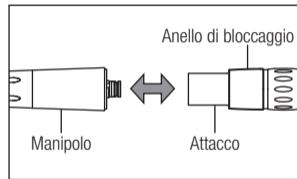

Fig. 2
- 1) Inserire il manipolo nell'attacco (Fig. 2).
Tirare all'indietro l'anello di bloccaggio ed estrarre il manipolo dall'attacco (Fig. 2).